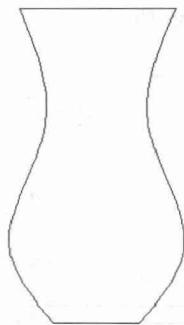

图1-42 最终效果图
(4) 绘制一条水平直线，连接样条曲线的两个下端点，如图 1-42 所示。